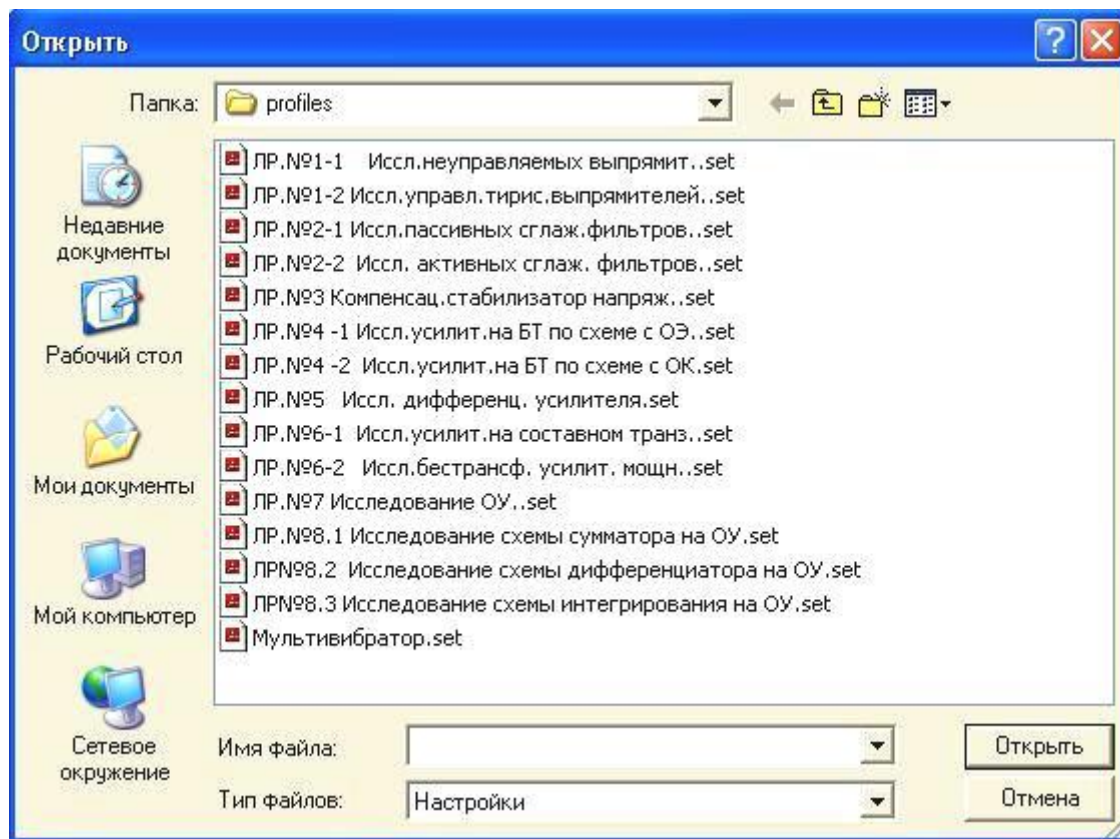

Рис. 32. Внешний вид окна “Открыть”
5. В меню **“Файл”** выбрать команду **“Открыть профиль”**. В появившемся окне **“Открыть”** (рис. 32) в поле **“Имя файла”** прописать номер и название лабораторной работы (например – “ЛР №9). Исследование мультивибратора”). В поле **“Тип файлов”** должно быть указано – **“Настройки”**. Нажать кнопку **“Открыть”**. На экране в окне вывода данных (рис. 3) появятся метки нулевых уровней всех, имеющихся в стенде, каналов АЦП (21 канал) с указанием № АЦП и № каналов, а также боковая панель с указанием номеров каналов АЦП (контрольных точек), масштабов
- в пункте **“Файл”** (рис.4) главного меню программы отображения данных ОсциллоГРАФ выбрать команду **“Открыть профиль”**. В открывшемся окне **“Открыть”** (рис.32) одним щелчком левой клавиши мыши выбрать лабораторную работу и нажать кнопку **“Открыть”**. На экране откроется профиль данной лабораторной работы;